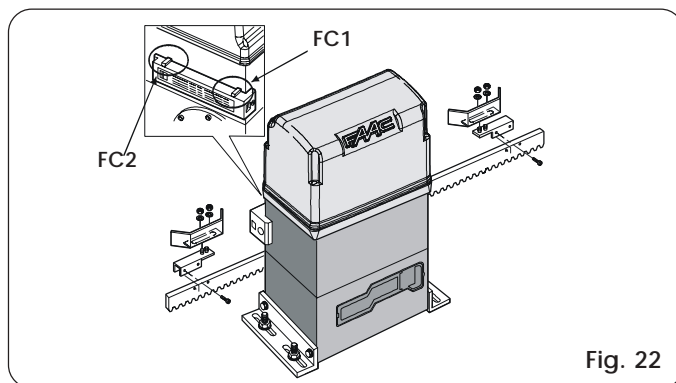

Fig. 22
- 1) Assembleer de eindschakelaar met het plaatje midden tussen de schroefpennen van de drager (fig. 22).